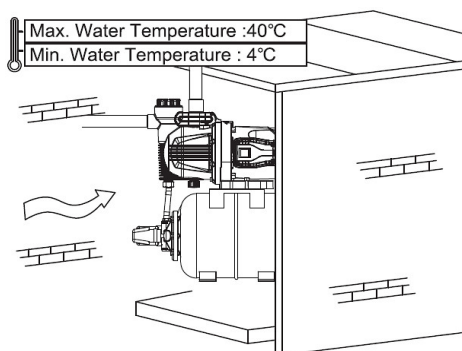

Fig. 7: Configuración de la bomba
Paso 3: Recoger la línea de succión (7, Fig.7) Abrir
La línea de presión (4, Fig.7) transmite el líquido a ser transportado desde la bomba hasta el punto de descarga. A fin de evitar las pérdidas de flujo, se recomienda el uso de una línea de presión que tiene al menos el mismo diámetro que el puerto de presión de la bomba. Instalar la línea de presión profesionalmente en la bomba y en la salida respectiva.
Paso 2: el cierre de la boca de llenado (5, Fig.7) de nuevo con el tapón roscado.